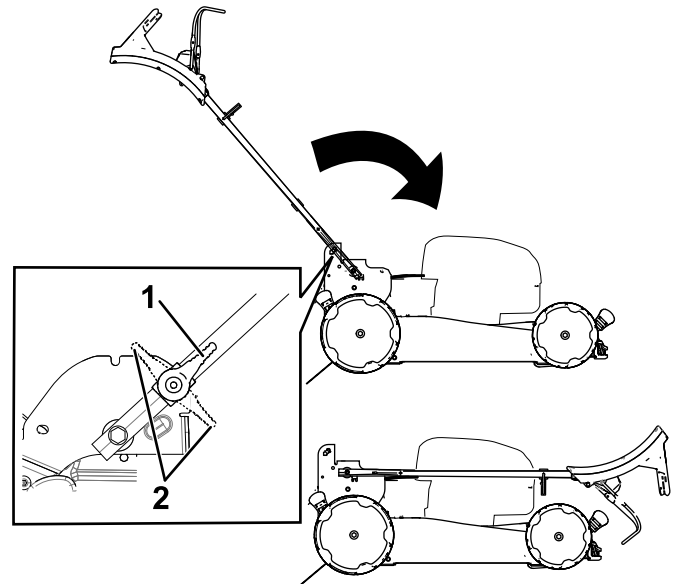

Bild 19
3. Lösen Sie die Holmarretierung (Bild 19).
4. Klappen Sie den Holm ganz nach vorne (Bild 19).